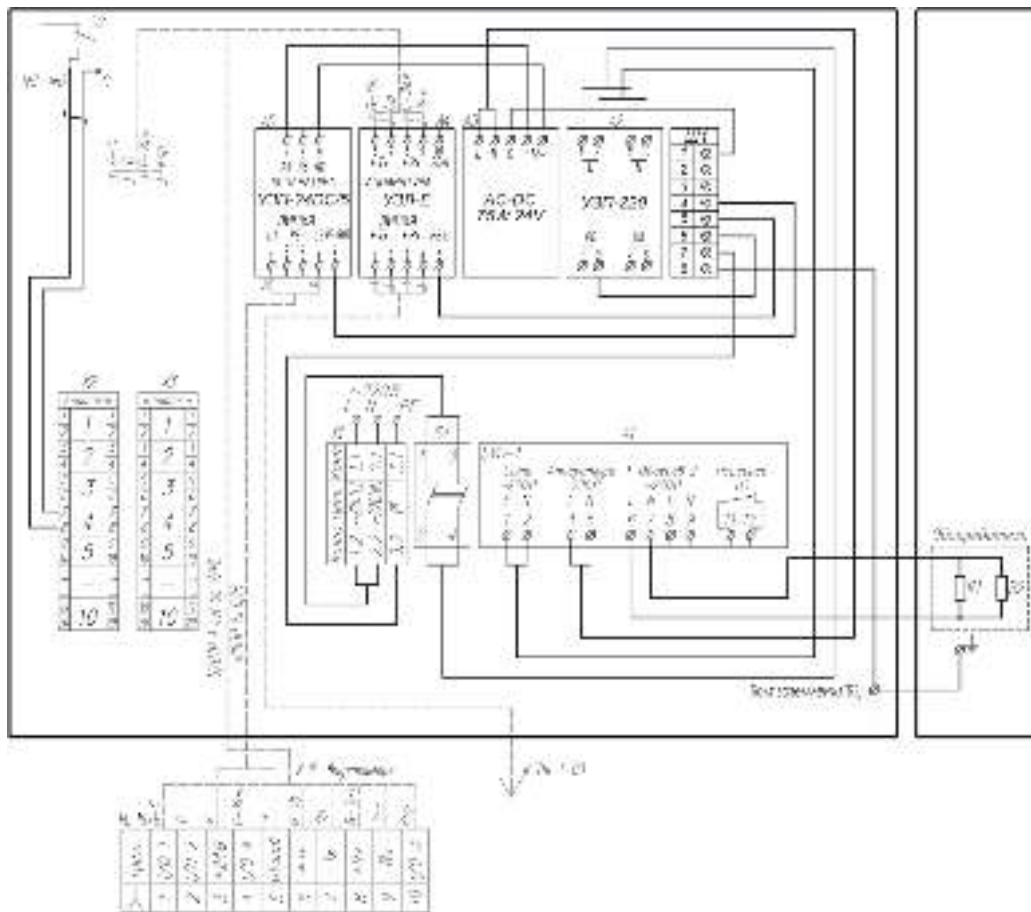

Рис.2 Схема электрическая принципиальная
Температура включения (отключения) обогревателей устанавливается переключателем «Вкл. обогрев», температура отключения (включения) питания аппаратуры устанавливается переключателем «Откл. аппаратуры» (рис.2). Производителем выставлены следующие значения:
Подключение цепей изделия производится в соответствии со схемой электрической принципиальной (рис.2). Для подключения необходимо:
2. Подключить IP-видеокамеру согласно схеме (рис.2).
- Линию ETHERNET к контактам 1-4 УЗЛ-E(A4) согласно схеме (рис.2);